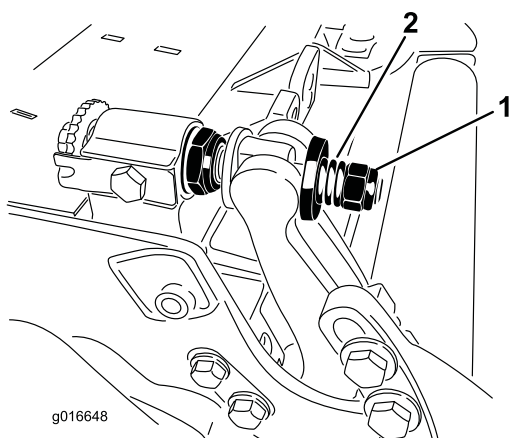

Рисунок 33
- Затяните гайку натяжения пружины до полного сжатия пружины, после чего ослабьте на 1/2 оборота (Рисунок 33).
11. Затяните гайку на каждом узле регулировки планки неподвижного ножа до полного сжатия пружины, а затем отпустите гайку на 1/2 оборота (Рисунок 33).